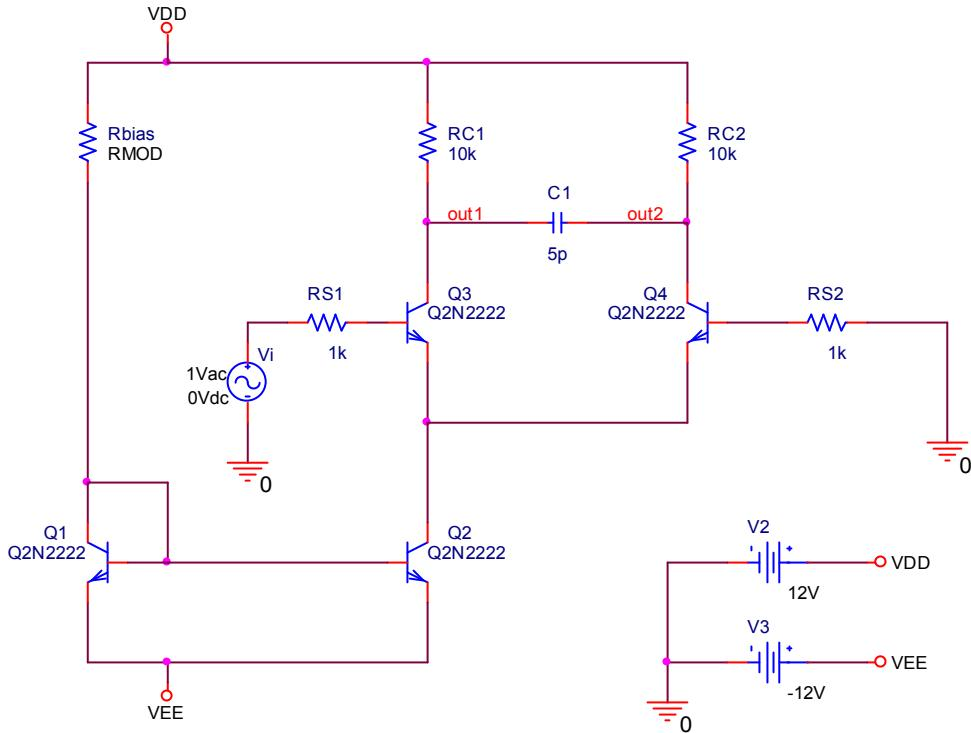

图 7.3
3. 差动放大电路如图 7.3, 电阻 R_{bias} 的阻值为 $20\text{ k}\Omega$, 误差为 10%, 求最坏情况时, 输出有多大的偏移量。(zuihuai2)